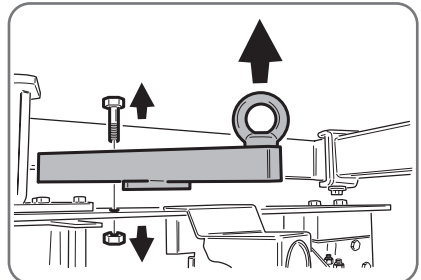

Fig. 3.3
- Den Hehebügel nach Lösen der Schrauben und Unterlegscheiben (Abb.3.3) entfernen.